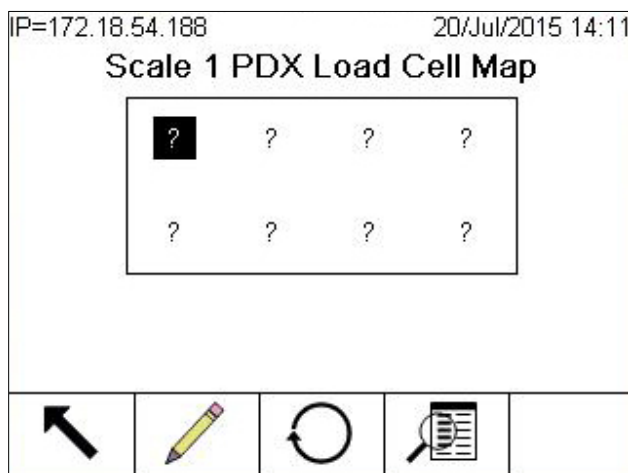
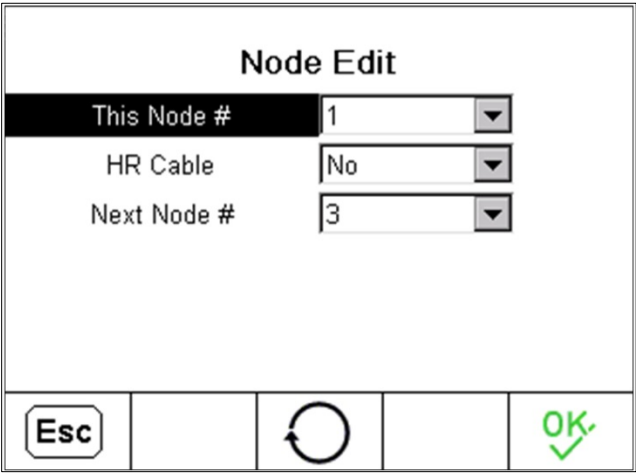

Figure 3-166 : Visualisation du mappage POWERCELL
Figure 3-168 : Écran de modification du nœud
La Figure 3-166 présente un mappage POWERCELL. Avant la réalisation du mappage, chaque adresse de capteur apparaît sous la forme d'un « ? » et la liste de connexion des câbles sous le diagramme est vide. La plate-forme graphique comprend le nombre de capteurs spécifiés dans la configuration sur **Bascule > Type> N° de capteur**. Utilisez les touches de navigation pour déplacer la surbrillance d'une cellule vers la position suivante du diagramme.
Veuillez noter que la position de chaque capteur d'une plate-forme est désignée alphabétiquement pour les différencier de leur valeur d'adresse numérique. La Figure 3-167 présente la position alphabétique de 14 capteurs. Dans l'exemple illustré sur la Figure 3-166, seule les huit premières positions sont utilisées.
4. Utilisez les touches fléchées pour sélectionner le capteur auquel le câble du circuit autonome est connecté – le deuxième dans la rangée inférieure de la Figure 3-166, et appuyez sur la touche programmable MODIFICATION. L'écran Modification du nœud (Figure 3-168) s'affiche.